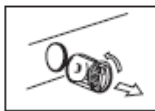

Fig2
- 2) Retire o filtro rodando-o no sentido contrário aos ponteiros do relógio (Fig.2);